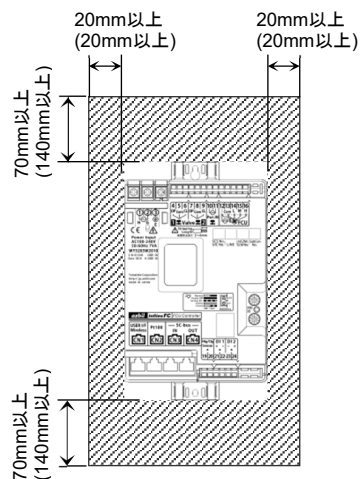

図7 メンテナンス用スペース正面図
- 本製品の周囲に『図7、8 メンテナンス用スペース』に示すようなメンテナンス用スペースを確保してください。